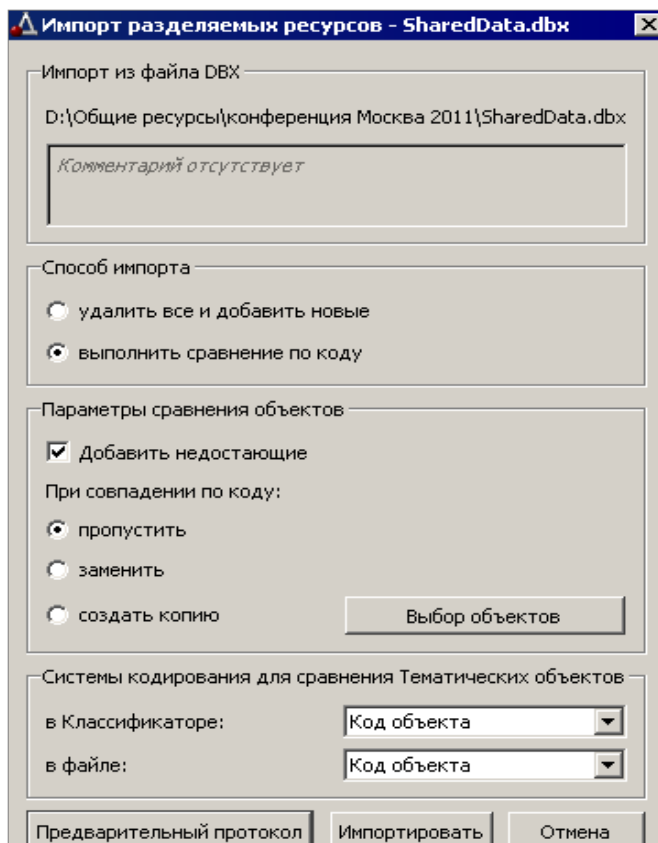

Рис. 31.22
Для такого случая предусмотрено два способа импорта (рис. 31.22):
- элементы, коды которых совпали, можно пропустить, заменить или создать их копию (рис. 31.22).
Для импорта можно также выбирать различные группы разделяемых ресурсов (кнопка **Выбор объектов** (рис. 31.22)), а для символов, объектов классификатора и шаблонов ведомостей – отдельные объекты.
Перед началом импорта можно просмотреть протокол, в котором отображается статистическая информация по импортированным объектам (кнопка **Предварительный протокол** (рис. 31.22)).